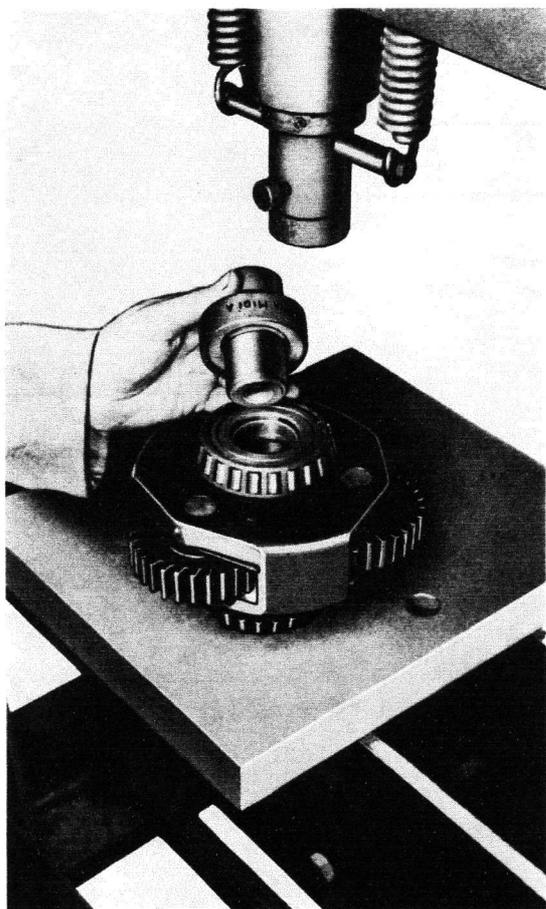

Fig. 8
- Sur le carter de réduction, les cages de roulement et la bague anti-bruit au moyen du tampon MIDI-A (fig. 8).